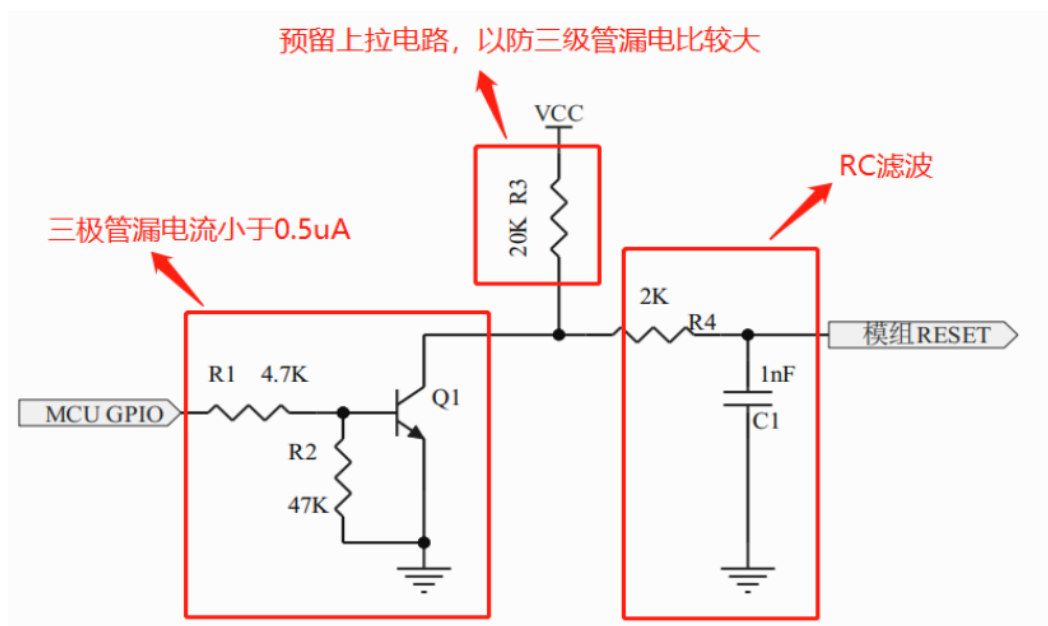

图 12 RESET 脚参考电路
2) 如果外部 MCU GPIO 与模组的 RESET 通过三极管连接（如图 12 所示），要求三极管截止态的漏电电流要小于 0.5uA。原因是 RESET 脚内部上拉电阻非常弱，漏电大了可能将 RESET 脚拉到 1.2V 以下。NB 芯片能正常工作其 RESET 脚高电平是要保证在 1.2V 以上才行。
① 用 MOS 管代替三极管，大多数 MOS 漏电流较小。
② 电路上预留上拉电路（如图 12 所示），VCC 的电压范围在 1.8V-3.6V 且要常开，不要用 NB 模组出来的电。